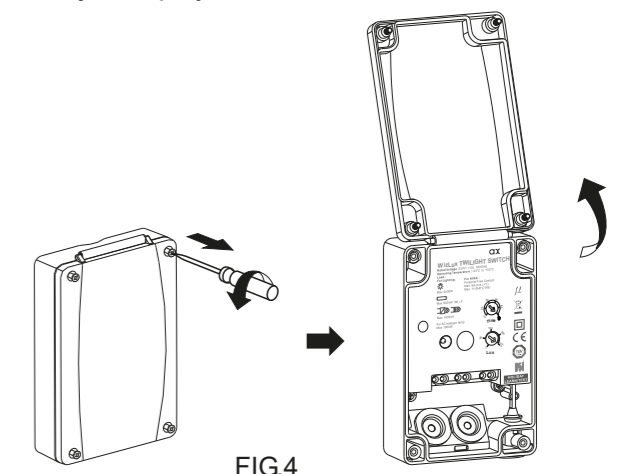

FIG.4
- 3.3.1.1 Desatornille la tapa y ábrala hacia arriba (ver FIG.4).